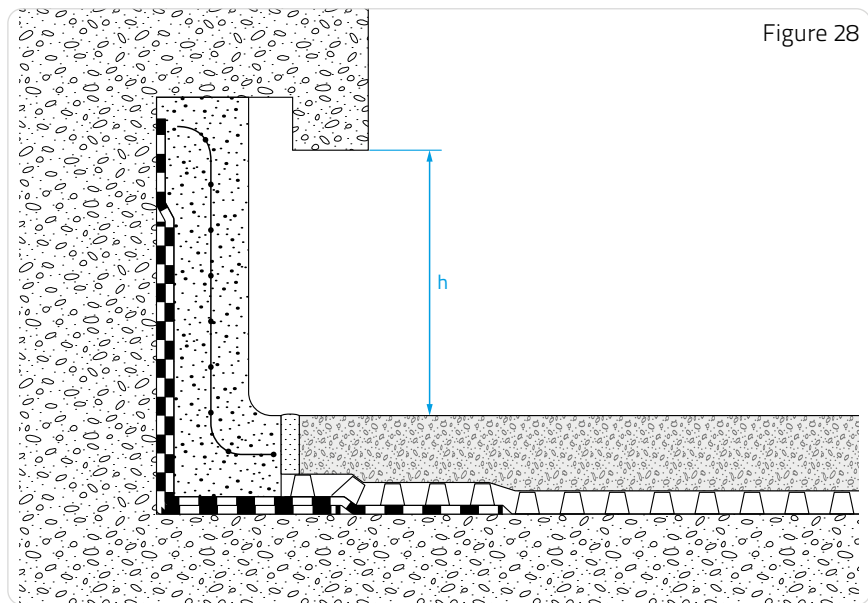

Figure 28
■ Reliefs (supports de relevés) en climat de plaine (Figure 28).